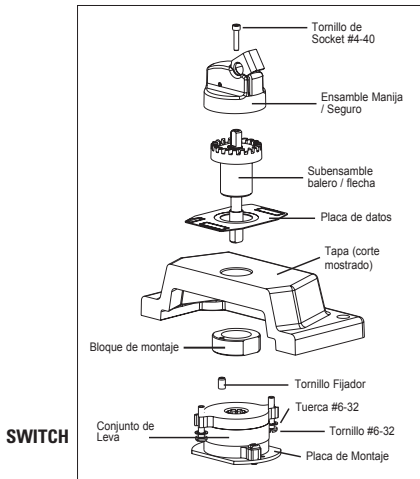

Figura 11. Ensamble del Operador Switch Selector
- Haciendo referencia a la figura 11, instale el subensamble balero / flecha en el lado frontal de la tapa enroscándolo firmemente en la posición deseada. Utilice una placa de datos DL en caso de ser necesario tal y como se muestra en ENSAMBLE DE BOTONES DE ACCIÓN MOMENTÁNEA (PUSHBUTTONS).